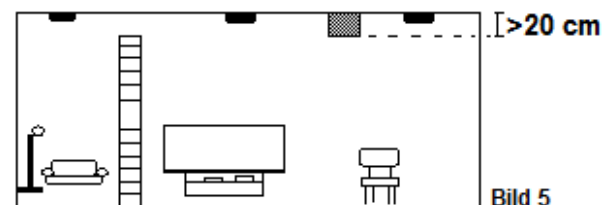

Bild 5
-die Raumdecke durch Unterzüge (z.B. sichtbare Holzbalken) mit einer Höhe von mehr als 20cm unterteilt ist und die Fläche der einzelnen Deckenfelder größer als 36m² ist. (siehe Bild 5)